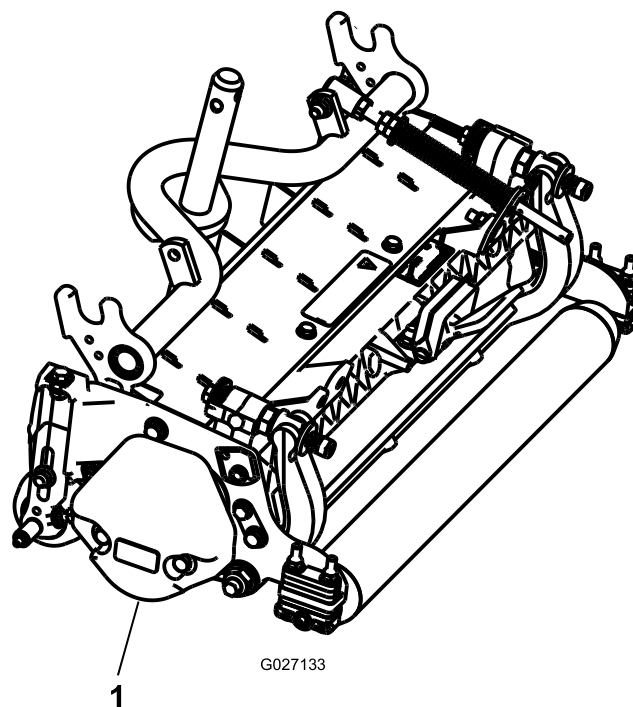

Рисунок 4
3. Убедитесь в том, что противовес (Рисунок 4) установлен с соответствующего конца режущего блока, как описано в *Руководстве по установке* комплекта противовеса.